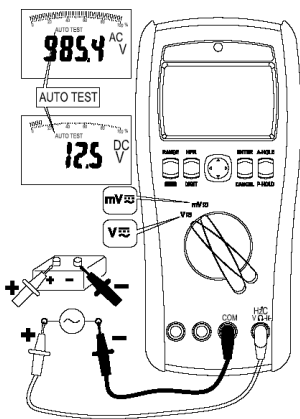

Рис. 7.1
4. Подключить измерительные провода параллельно источнику напряжения (рис. 7.1).